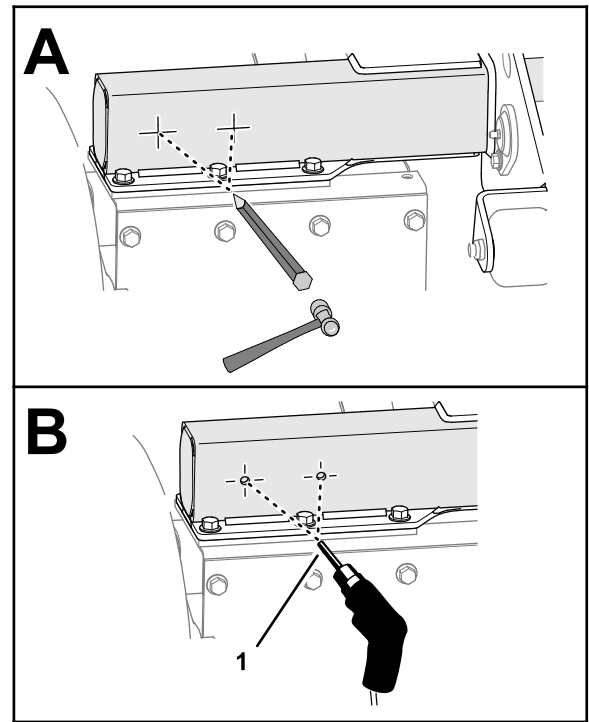

Figura 4
- 4. Punzionate i contrassegni nel punto di intersezione (Figura 4).
- 5. Forate i contrassegni punzonati con una punta del trapano da 11 mm (Figura 4) attraverso entrambe le pareti del tubo.